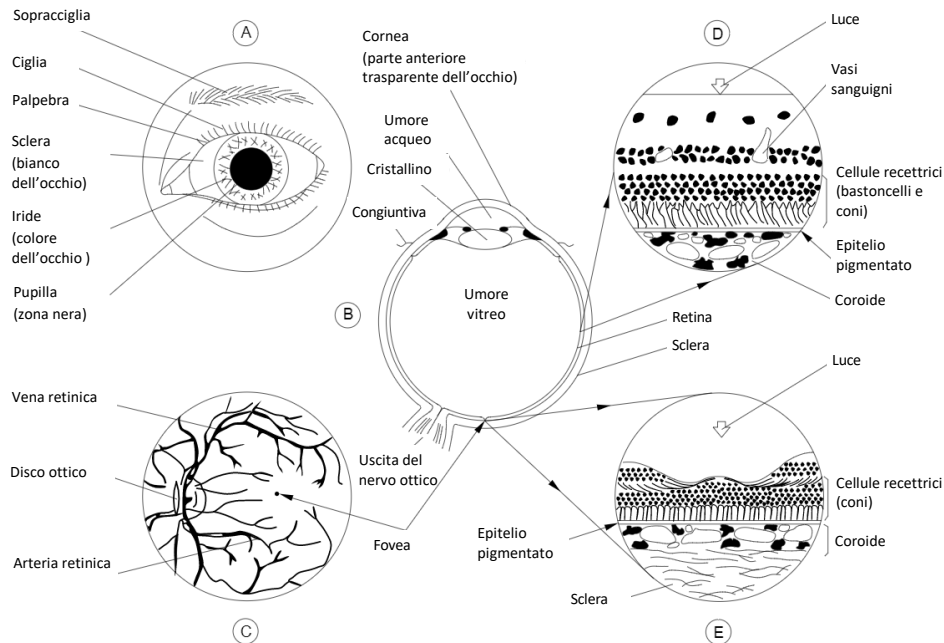

Fig. 4-2 – Fisiologia dell'occhio umano
La sezione (A) della Fig. 4-2 mostra uno schema della struttura esterna di un occhio sinistro.
La sezione (D) mostra la struttura della retina come la si vede sulla sezione della sua superficie riportata nella Fig. 4-2 (B), ma ingrandita diverse centinaia di volte rispetto alla sua grandezza naturale. La retina è composta da una serie di strati di cellule nervose che ricoprono le cellule fotosensibili: i coni e i bastoncelli; cioè, la luce che arriva sulla superficie retinica deve attraversare gli strati delle cellule nervose prima di raggiungere le cellule fotosensibili. Sotto lo strato dei coni e dei bastoncelli si trova uno strato detto epitelio pigmentato che contiene un pigmento nero-brunastro melaninico; e al di sotto di questo vi è uno strato di sottili vasi sanguigni, i corio capillari. L'ultimo strato assorbente è la coroide che contiene sia cellule pigmentate sia vasi sanguigni.
Nella Fig. 4-2 è riportata una breve descrizione dell'anatomia dell'occhio. L'occhio è particolarmente adatto a ricevere e a trasferire la radiazione ottica.